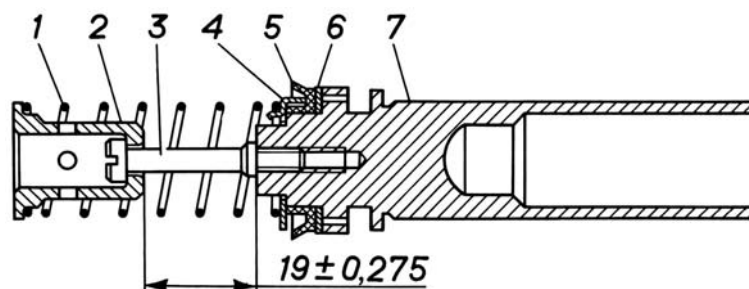

Рис. 7.12. Первичный поршень главного цилиндра: 1 - пружина; 2 - держатель пружины; 3 - винт; 4 - упорная шайба; 5 - манжета; 6 - шайба; 7 - поршень
- извлечь рукой за хвостовик поршень 7 в сборе. Снять с поршня направляющую втулку 9, наружную манжету и упорное кольцо 11. Не рекомендуется без необходимости вывертывать винт 3 (рис. 7.12) держателя.
- собрать первичный поршень (см. рис. 7.12), проверить размер ($19\pm 0,275$) мм (нерегулируемый);